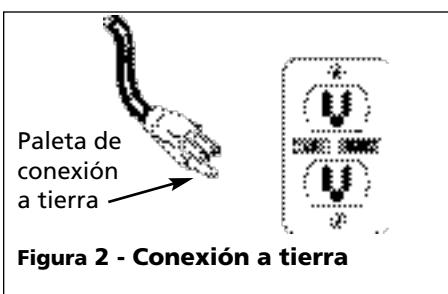

Figura 2 - Conexión a tierra
11. Esta bomba es sólo para usar con 120 voltios (monofásico) y está equipada con un cable de 3 conductores y un enchufe de conexión a tierra de 3 clavijas aprobados, como se muestra en la Figura 2.
Para reducir el riesgo de choque eléctrico, el motor debe asegurarse y conectarse a tierra adecuadamente. Esto se puede lograr conectando el enchufe directamente a un tomacorriente de conexión a tierra para 3 clavijas correctamente instalado y conectado a tierra (vea la Figura 2).